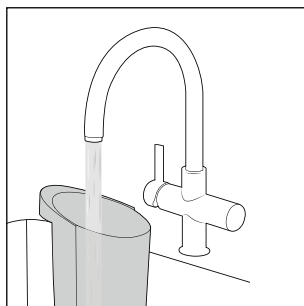

Fig. 23
- ◆ Passe o reservatório de água suja **2** por água corrente quente (ver fig. 23).